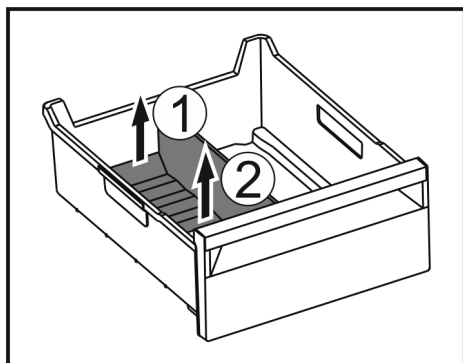

Fig. 169
- Soulever la partie arrière du séparateur de congélateur. Fig. 169 (1)
- Retirer le séparateur de congélateur par le haut. Fig. 169 (2)